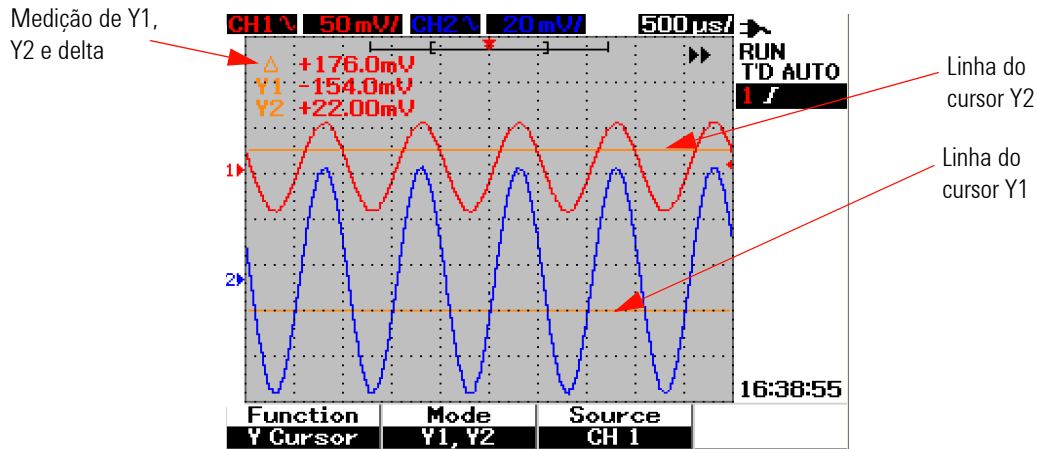

Figura 3-34 Medição com o cursor Y no sinal do canal 1 com linhas dos cursores Y1 e Y2
- 4 Na Figura 3-34, duas linhas de cursores – modos Y1 e Y2 – estão selecionadas, a medição é feita no sinal do canal 1.